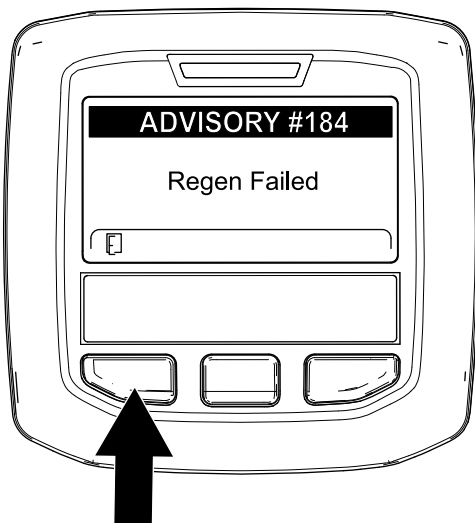

図 66
**注** 再生に失敗した場合は、インフォセンターにアドバイス No. 184 図 66 が表示される。左ボタンを押してホーム画面に戻る。